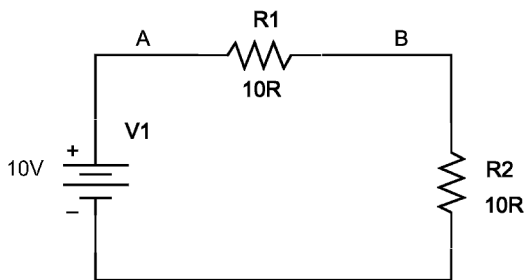

图 8.5 缺少 0V 节点
1. 绘制如图 8.5 所示的电路图，然后通过选择 **PSpice > New Simulation Profile** 创建偏置点分析文件。在 **Analysis** 分析类型中选择 **Bias Point** 工作点分析，然后单击 **OK** 按钮对仿真设置进行确定。